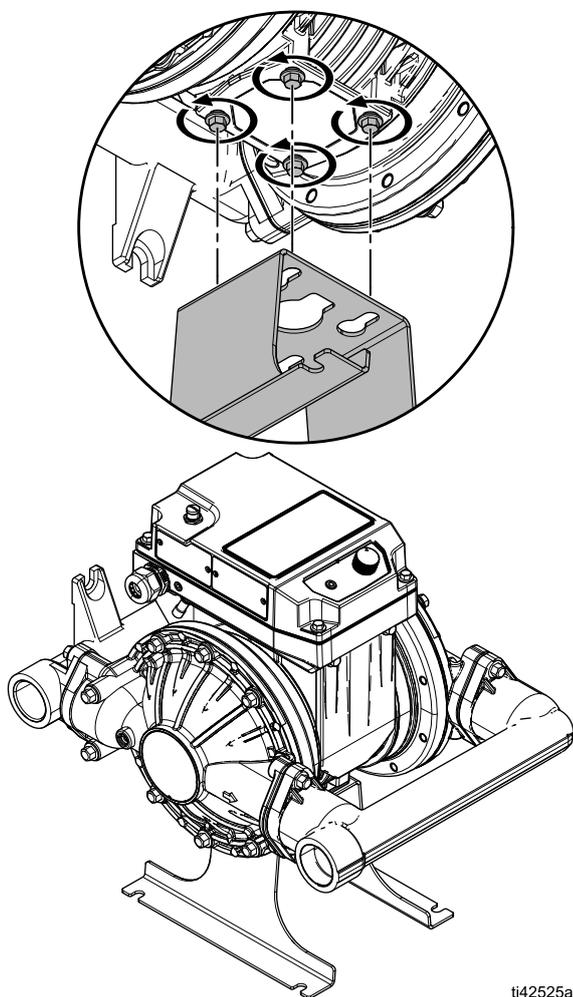

FIG. 1: Pedestal del soporte de mantenimiento
- a. Asegúrese de que la perilla de control (22) esté apagada (0).
6. Opcional Monte la parte posterior de la bomba (lado opuesto al motor) en el pedestal del soporte de mantenimiento (se compra por separado). Esto coloca la bomba hacia arriba, lo que permite un fácil acceso de trabajo a la bomba y al motor. El pedestal se puede montar en un banco de trabajo a través de los orificios de montaje de las patas. Ver FIG. 1.